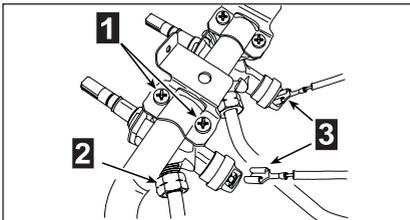

fig. 13
- Dévissez les écrous des tuyaux de gaz en aluminium et retirer les connecteurs **3** rapide thermocouple (fig. 13).
- Faire glisser la bretelle en direction de la partie arrière et dévisser les vis **1** (fig. 13) afin de libérer les robinets.